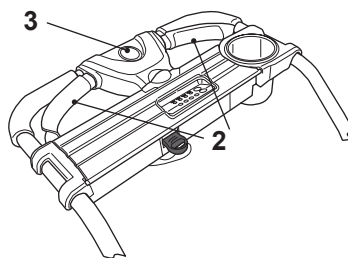

Fig. 20
- > Tout en maintenant l'interrupteur de sécurité (3) enfoncé, tirez le levier de démarrage (2) vers la poignée (Fig. 20).
- > Une fois que la tondeuse a démarré, relâchez l'interrupteur de sécurité (3).
- > Relâchez le levier de démarrage (2) pour arrêter la tondeuse.